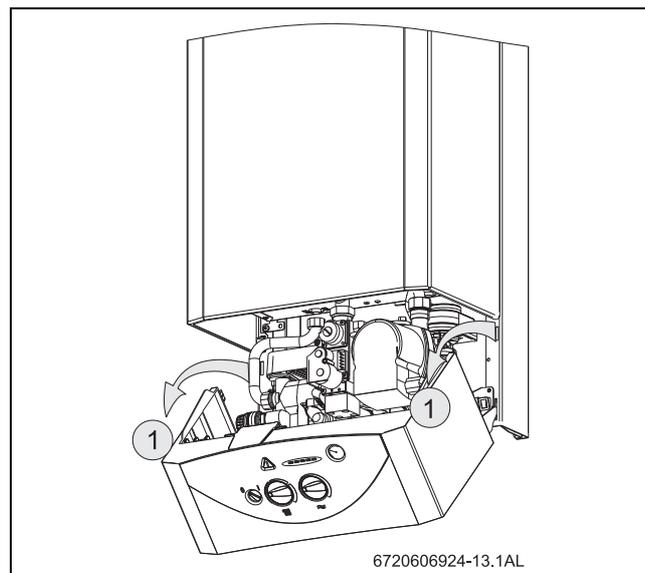

Fig. 25 Position de réglage
- ▶ Mettre l'appareil hors service (O) au moyen de l'interrupteur principal.
- ▶ Enlever l'habillage (voir Fig. 25 ).
- ▶ Accrocher le tableau électrique dans la position de réglage (voir Fig. 25 ).
- ▶ Desserrer la vis d'étanchéité (3) et raccorder le manomètre en U au raccord de mesure.